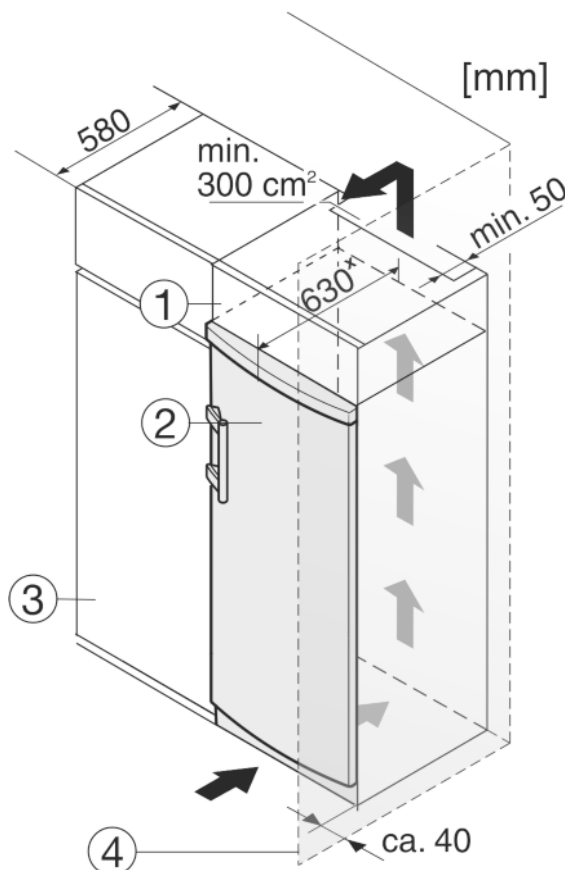

Fig. 10
Spotřebič lze zabudovat do kuchyňských skříní. K vyrovnání spotřebiče Fig. 10 (2) na výšku kuchyňské linky lze na přístroj nasadit nástavec Fig. 10 (1).
Při montáži do kuchyňských skříní (hloubka max. 580 mm) lze přístroj instalovat hned vedle kuchyňské skříně Fig. 10 (3). Přístroj přesahuje přední stěnu kuchyňské skříně na stranách o 34 mm × a uprostřed o 50 mm ×.
Když se přístroj instaluje závěsy vedle stěny *Fig. 10 (4)*, musí být vzdálenost přístroje od stěny alespoň 40 mm. To odpovídá přesahu madla při otevřených dveřích.